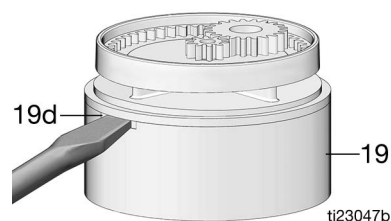

ABB. 13
6. Einen Schraubendreher in die Kerbe am Kolben (19) stecken und die Kolbenabdeckung (19d) abdrücken. Siehe ABB. 13 Alle Teile entfernen.